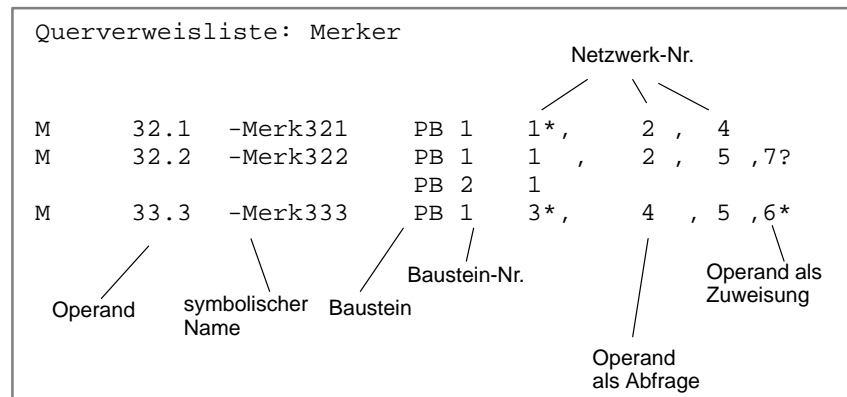

Bild 18-6 Beispiel für Querverweisliste
- zusätzlichen Kennzeichen für die Art der Verwendung. (siehe Bild 18-6).